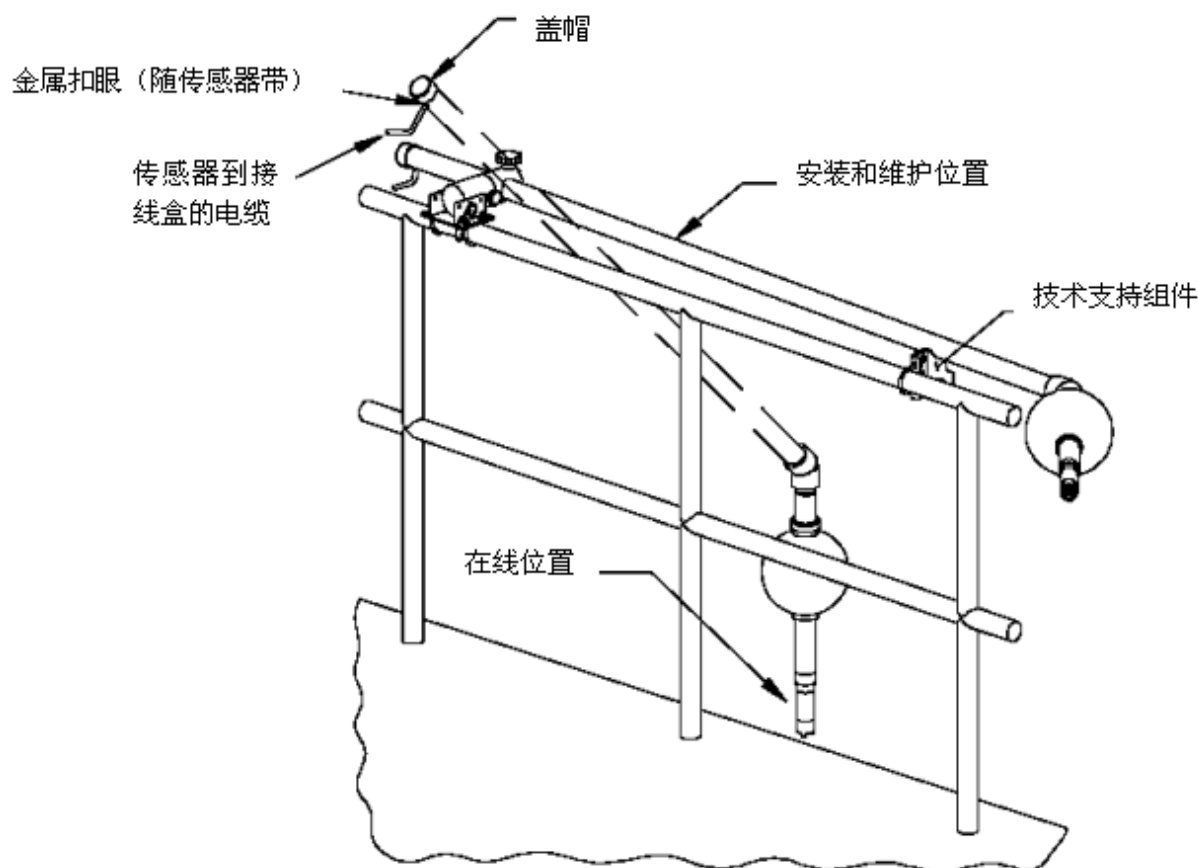

图 2-3 传感器安装——浮球安装硬件
| 图 2-3  | 传感器安装——漂浮安装详图           | 5  |
2. 参考图 2-3，将浮球组件 45° 肘安装到长安装硬件管道的螺纹端。